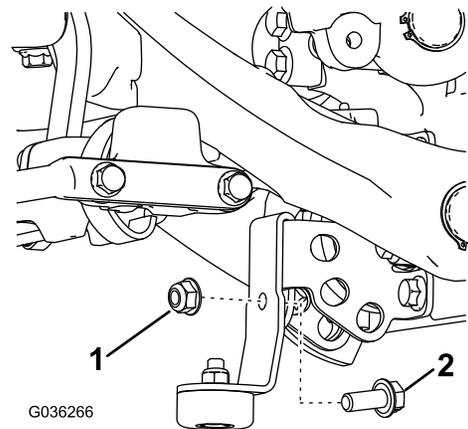

図 2
2. ストップ用マウントをサスペンションアームのバランス用マウントブラケットに移動して、ボルト5/16とフランジナットで固定する 図 2。